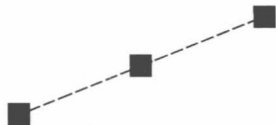

图 1-13
③编辑图线:用鼠标单击刚绘制的直线,如图 1-13 所示,按鼠标右键,在弹出的菜单中选择(点击)【删除】,则刚绘制的图形被删掉。